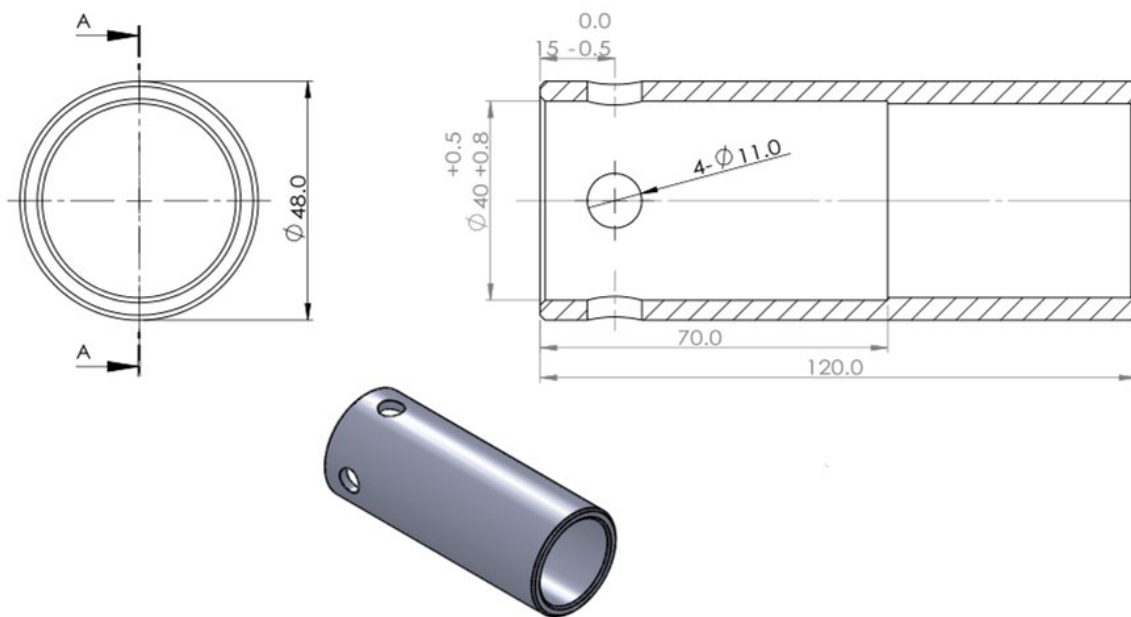

Abbildung 1
1. Verwenden Sie eine geeignete Eisenstange, um die Zubehörhülse anzuschweißen (die Abmessungen der Zubehörhülse sind in Abbildung 1 zu sehen).